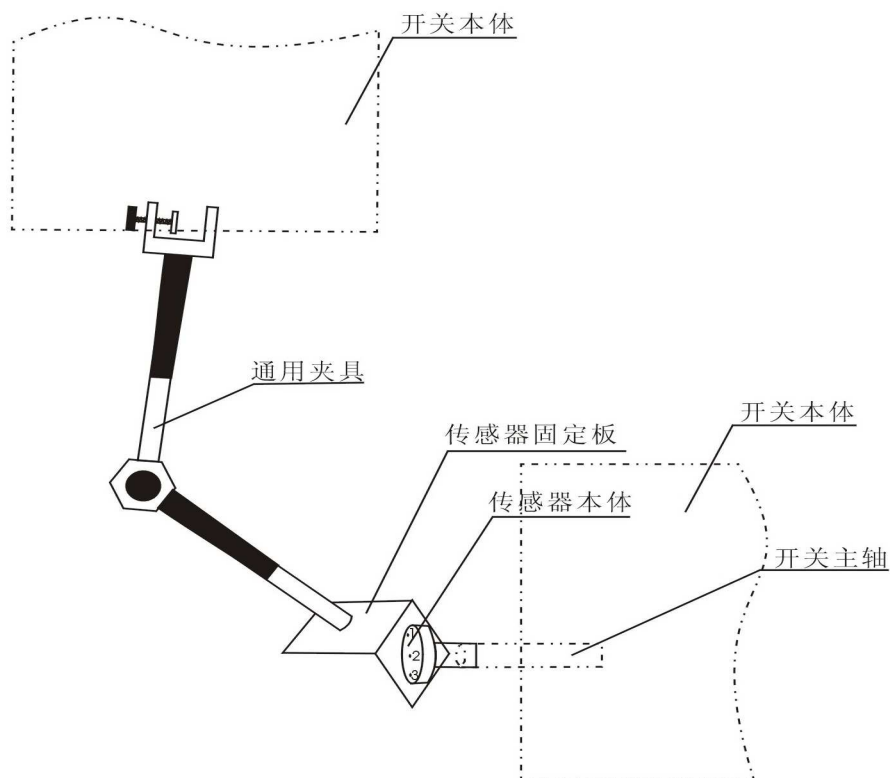

图 10 角位移传感器的固定
- (1) 传感器安装在开关主轴上要确保安装稳固牢靠，保证同轴度即角位移传感器轴线与开关主轴轴线间的同轴度误差 $\leq 0.2\text{mm}$ 。将传感器本体固定在传感器固定板上，中间通过通用夹具固定到开关本体上，通用夹具角度可调（参考安装方式见图 10）。